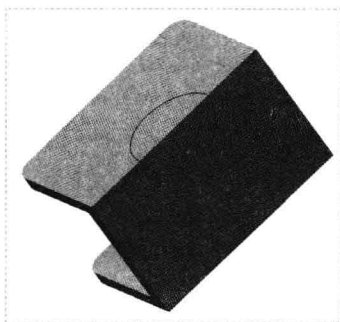

图 9-12 包络线条
Step 04 单击“应用并保存在工具中所做的所有更改，然后关闭工具操控板”按钮, 即可包络线条，如图 9-12 所示。